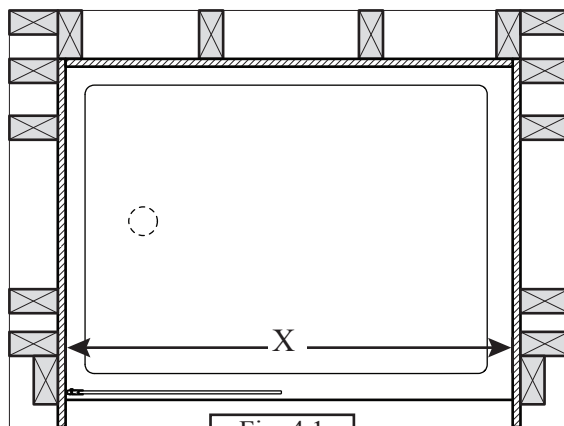

Fig. 4.1
Couper le rail du côté opposé aux deux trous de la distance du trou de l'alcôve diminué de 26 mm (1"). Limer cette extrémité pour enlever les bavures (fig. 4.1 et 4.2).
*Cut the rail on the opposite side of the two holes by the distance of the alcove hole decrease by 26 mm (1"). File this end to remove the burr (fig. 4.1 et 4.2).*